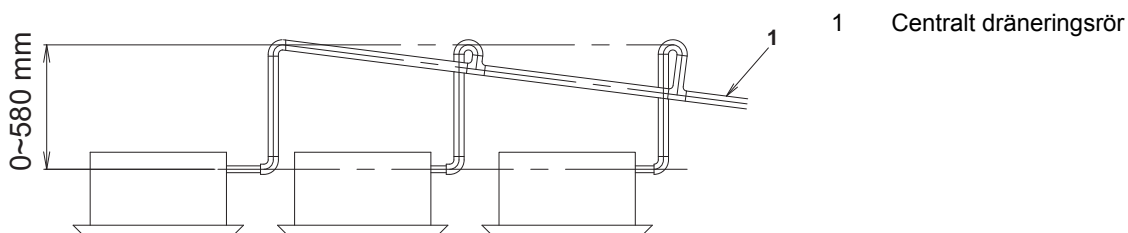

Bild 14
- För att undvika att den anslutna dräneringsslangen (1) belastas för hårt ska du inte böja eller vrida den. Det kan orsaka vattenläckage.
- För central dräneringsrördragning ska rörarbetet göras enligt proceduren i **bild 14**.